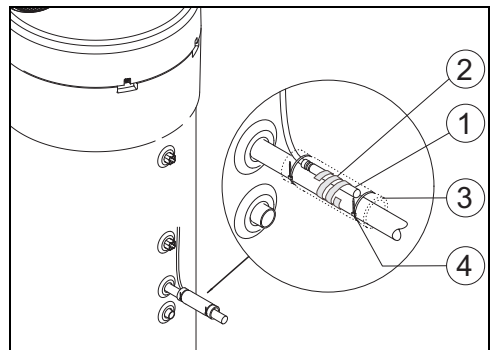

Fig. 8
- ▶ Posicionar el sensor de temperatura NTC del accesorio [1] tal como se lo visualiza en la imagen 8.